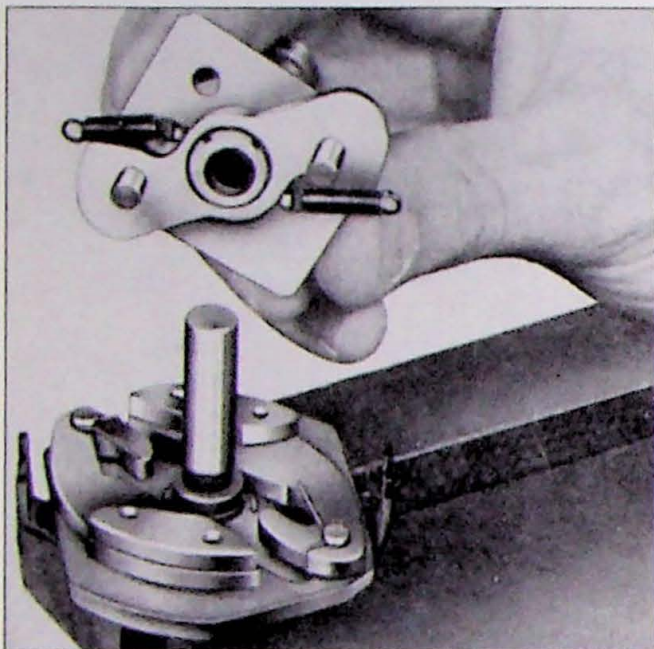

Fig. 13.10. Onderbrekernokken inbouwen. De centrifugaalgewichten en de plaatsing van de veertjes zijn hier goed zichtbaar.
8. Borgveren en veren van de centrifugaalgewichten verwijderen (Fig. 13.10).
3. Onderbrekernok smeren en monteren en daarna de veren van de centrifugaalgewichten monteren (Fig. 13.10).